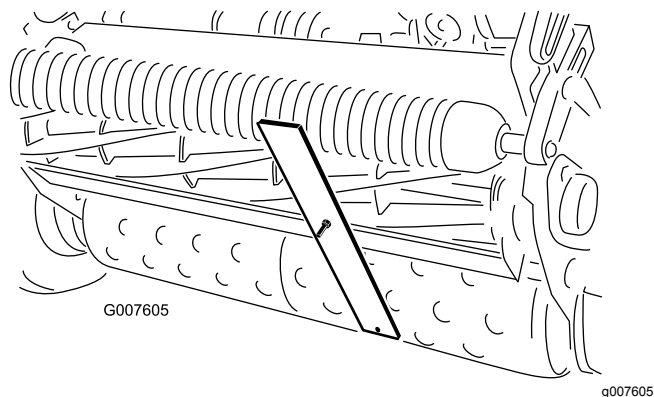

Figura 56
4. Enganche la cabeza del tornillo sobre el filo de la contracuchilla y apoye el extremo trasero de la barra sobre el rodillo trasero (Figura 56).